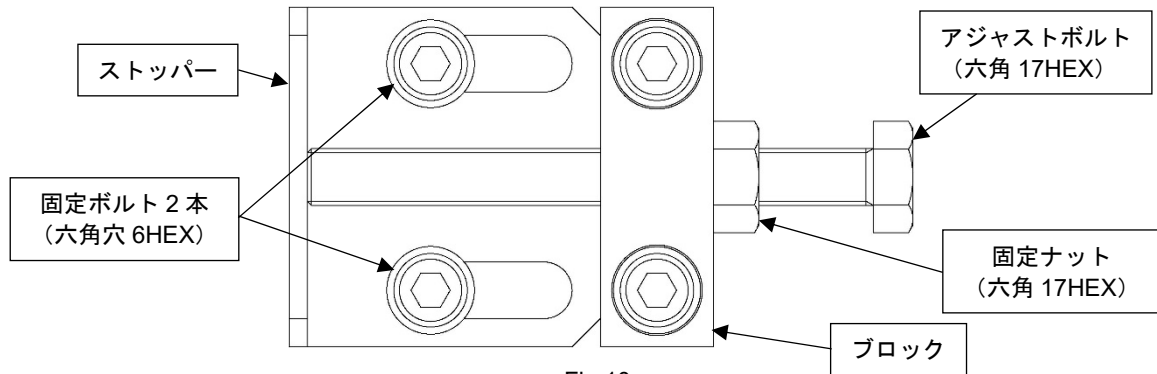

Fig.10
- 5) <ドラムストッパーの調整が未実施の場合>ドラムストッパーの固定ボルト及びアジャストボルト（スパナ17使用）を緩め、ストッパーをブロックに当たるまで引っ込めてください。なお、固定ボルト及びアジャストボルトは緩めたままにしてください。（Fig.10）